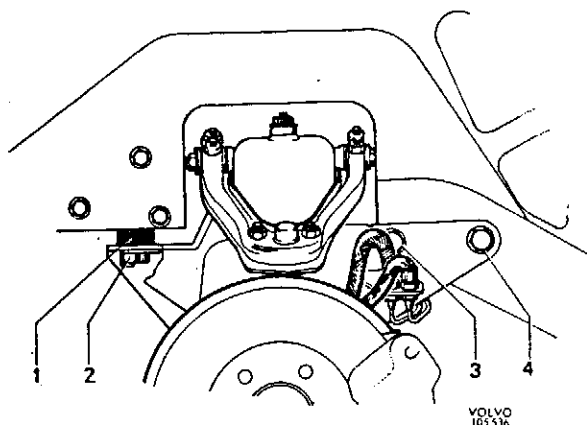
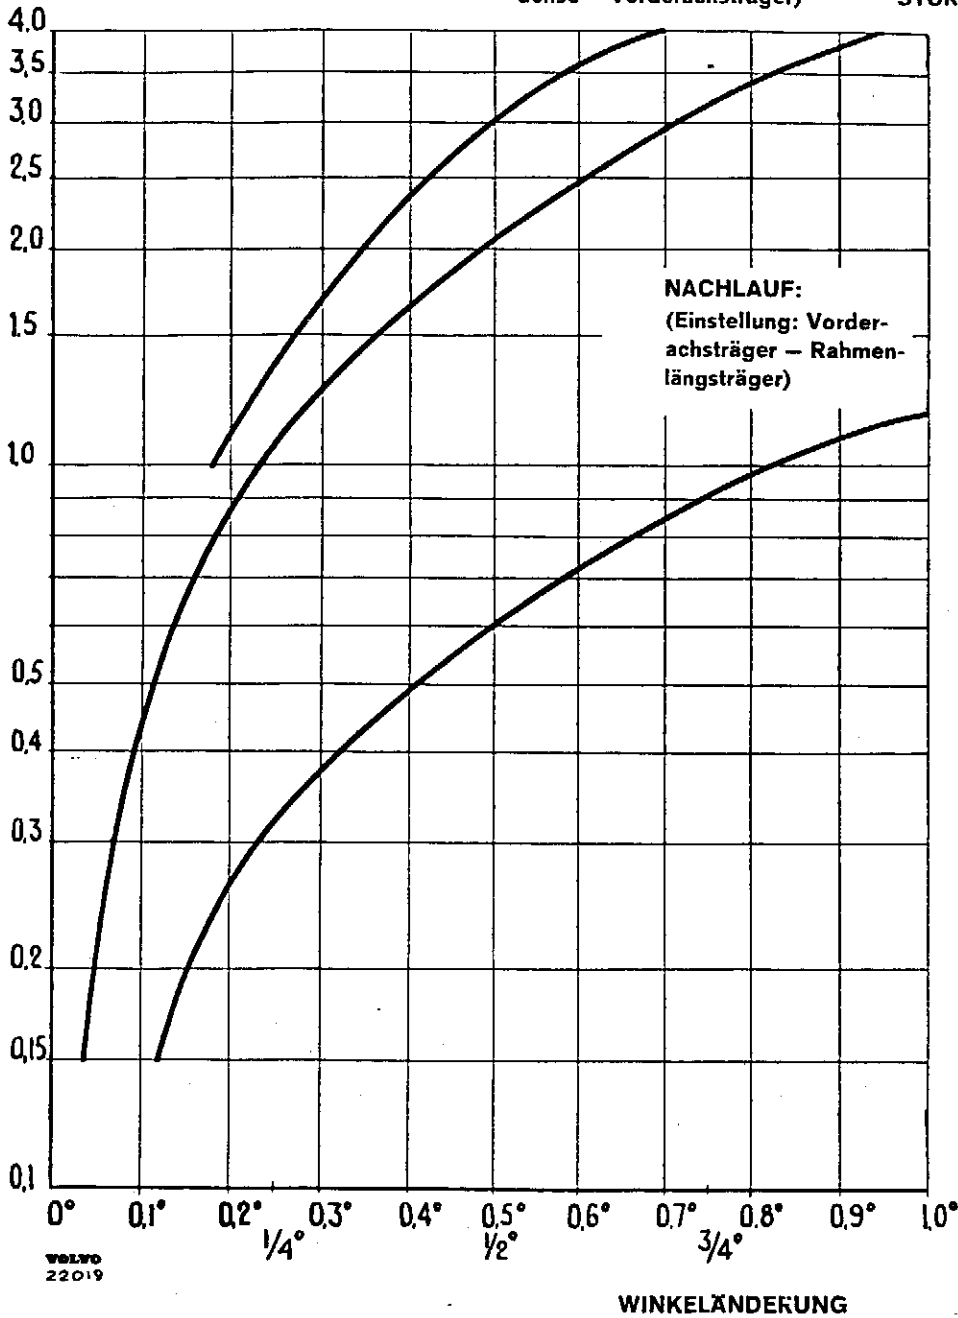

Abb. 9 Einstellvorrichtung für Nachlauf, Vorderachsträger – Rahmenlängsträger
Abb. 10 Diagram: Sturz und Nachlauf
achsträger und dem Rahmenlängsträger (1, Abb. 9) beigelegt bzw. entfernt werden. Während durch Umschichtung der der Paßscheiben zwischen Querlenkerachse und Vorderachsträger nur der Nachlaufwinkel geändert wird, ändert sich bei Variation der Paßscheibenzahl zwischen Vorderachsträger und Rahmenlängsträger gleichzeitig auch der Sturzwinkel.
Der Nachlauf wird **positiver**, indem entweder Paßscheiben an der hinteren Schraube hinzugelegt bzw. an der vorderen Scheibe entfernt werden. Die für eine gewisse Winkeländerung erforderliche Stärke der Paßscheiben ist dem Diagramm (Abb. 10) zu entnehmen.
Befestigungsschrauben (2, 3 und 4, Abb. 9) lösen. Errechnete Anzahl Paßscheiben hinzulegen bzw. entfernen. Die für eine gewisse Winkeländerung erforderliche Stärke der Paßscheiben ist dem Diagramm (Abb. 10) zu entnehmen. Paßscheiben sind in den Dicken 2 mm und 3 mm vorhanden. **Hinweis!** Um eine Verspannung des Vorderachsträgers zu vermeiden, muß die Paßscheibenzahl auf beiden Seiten im gleichen Verhältnis verändert werden.
Die für eine gewisse Winkeländerung erforderliche Stärke von Paßscheiben ist dem Diagramm (Abb. 10) zu entnehmen. Paßscheiben sind in den Dicken 0,15 – 0,5 – 1,0 – 3,0 und 6,0 mm vorhanden. Damit der Nachlauf unverändert bleibt, muß an beiden Schrauben die gleiche Anzahl Paßscheiben entfernt bzw. hinzugelegt werden.
Die Drehung der Räder nach außen wird durch Anschlagschrauben am Lenkstockhebel (Abb. 10) und am Umlenkhebel begrenzt. Die Radeinschlagwinkel werden wie folgt eingestellt:
8. Vorderachsträger mit einem Wagenheber abstützen. Befestigungsschrauben (2, 3 und 4, Abb. 9) des Vorderachsträgers lösen und die Paßscheiben (1) aufbewahren.